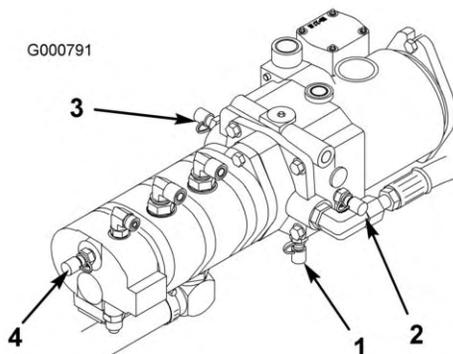

Bild 83
4. Testanschluss D befindet sich unten am Hydraulikgetriebe (Bild 83) und wird zum Messen des Getriebedrucks verwendet.
5. Testanschluss E wird zum Messen des Traktionvorwärtsdrucks verwendet (Bild 83).
6. Testanschluss F wird zum Messen des Traktionrückwärtsdrucks verwendet (Bild 83).
7. Testanschluss G wird zum Messen des Lenkdrucks verwendet (Bild 83).